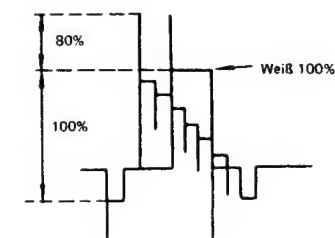

Abbildung 2-10.
3. Den Ausgang von TP201 mit Hilfe eines Oszilloskops beobachten, und R229 (Weißbegrenzungsregler) so einstellen, daß sich die aus Abbildung 2-10 ersichtliche Ausgangswellenform ergibt.